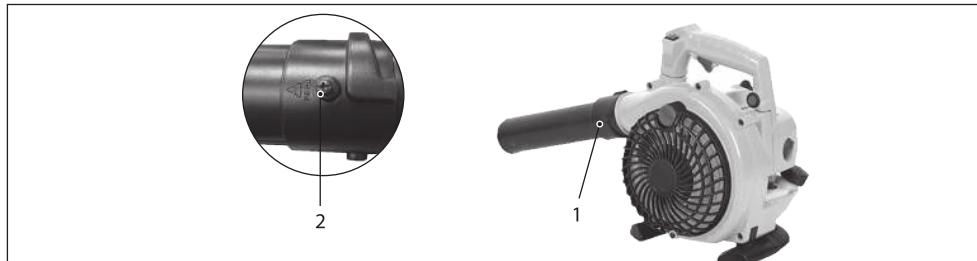

Рис. 2
2. Установите напорную трубу в сборе на воздуходувку, совместив паз на трубе и выступ на воздуходувке. Затем поверните трубу 1 (рис. 2) по часовой стрелке до упора для закрытия замка.
3. Дополнительно зафиксируйте соединения с помощью винта 2 (рис. 2).